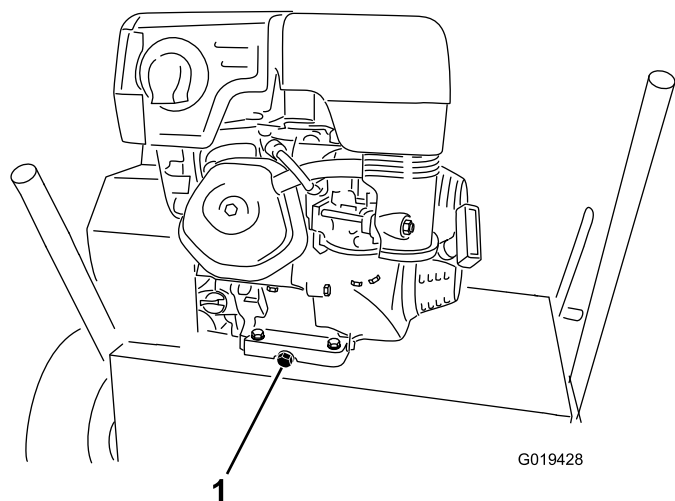

Figura 18
4. Retire el tapón de vaciado (Figura 18).